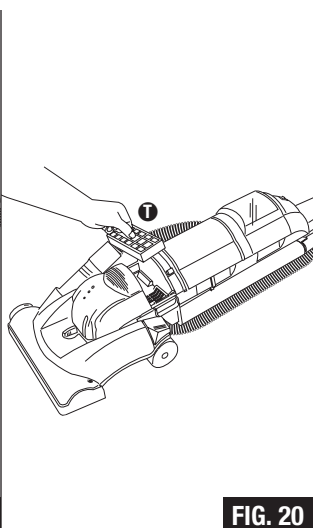

FIG. 20
**Step 2:** Pull filter frame from unit by pulling on tab in center (FIG. 20).
**Paso 2:** Saque el armazón del filtro jalando la lengüeta en el centro (FIG. 20).